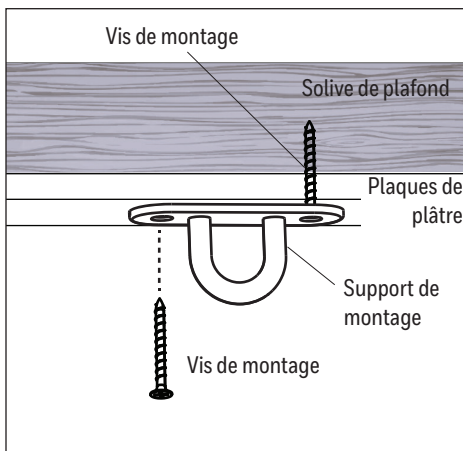

Figure 1.1
1. Utilisez un tournevis cruciforme et les deux vis de support pour fixer le support de fixation à une solive de plafond (Figure 1.1). **Remarque :** si nécessaire, utilisez un détecteur de montant et une perceuse avec un foret de 15/64 po pour créer des avant-trous pour les vis de support. Le détecteur de montant, le tournevis cruciforme, la perceuse et le foret ne sont pas inclus.